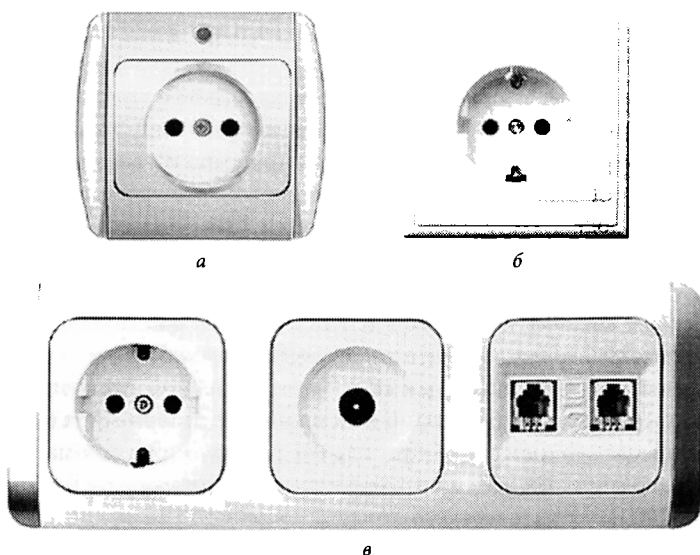

Рис. 2.25. Розетки:
**Розетки (разъемы).** Полное название — штепсельная розетка (рис. 2.25, а). Все знают, что это. Нет такого дома, который обходится без розеток. Ведь именно через розетки происходит подключение электроприборов, без которых немыслима современная жизнь. Розетка — это часть штепсельного соединения, в которое также входит вилка. Эти составляющие называют «мамой» и «папой». Разнообразие розеток существует такое огромное количество, что непосвященному человеку бывает очень сложно разобраться, какая именно ему нужна. Чтобы определиться с выбором, необходимо знать кое-какие технические подробности. Любая розетка состоит из следующих основных элементов:
У **розеток с заземлением** есть контакты, соединенные с заземляющим проводом (рис. 2.25, б). Такие розетки предназначены для установки в электрические сети, в которых предусмотрено заземление.
Среди многочисленных видов разнообразных розеток встречаются такие, которые объединяют в одном корпусе электрические, антенные, телефонные и компьютерные разъемы (рис. 2.25, в).